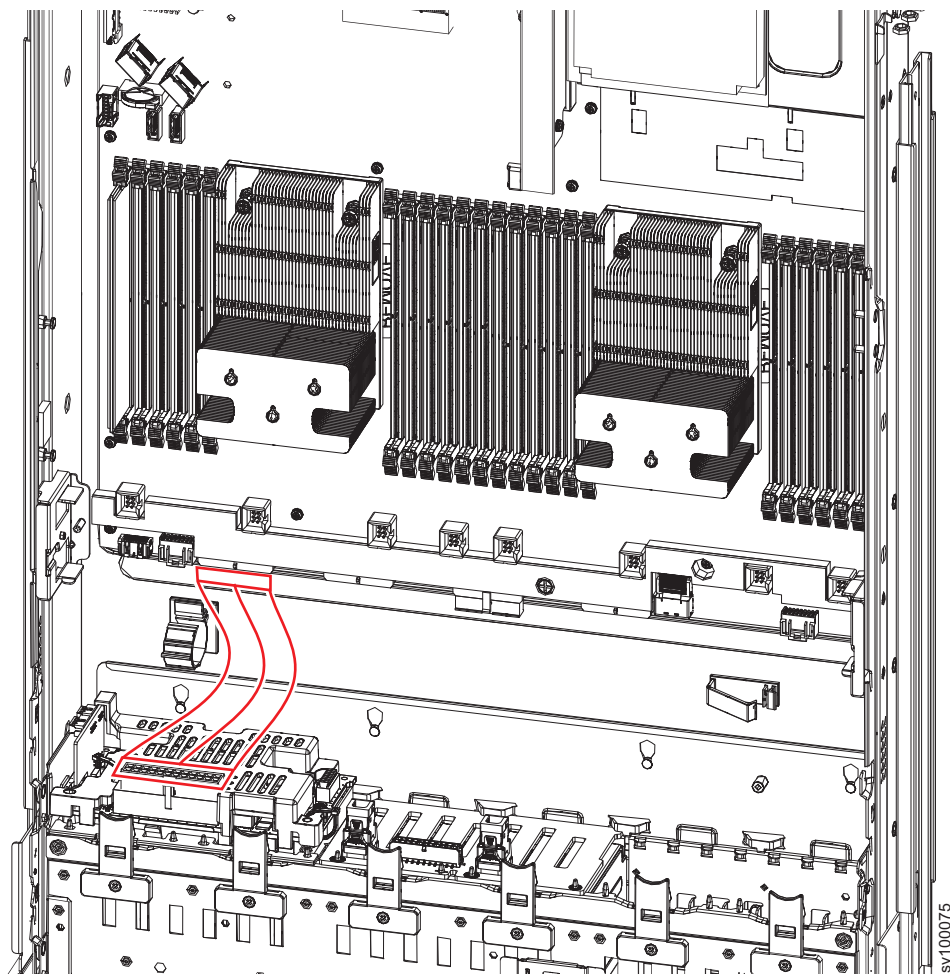

Figura 101. Cabo de energia do painel traseiro de bateria do 2145-SV1
5. Remova o cabo de energia entre o painel traseiro de bateria e a placa-mãe, conforme mostrado em Figura 101 na página 123.